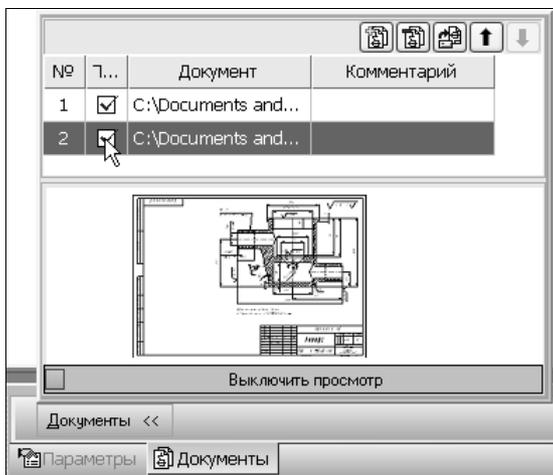

Рис. 9.112. Установка опции **Передавать изменения в документ**
3. Включите флажок **Передавать изменения в документ** (рис. 9.112). Установка этого режима позволит автоматически передавать в основную надпись рабочего чертежа наименование и обозначение документа, если они будут изменены в спецификации.